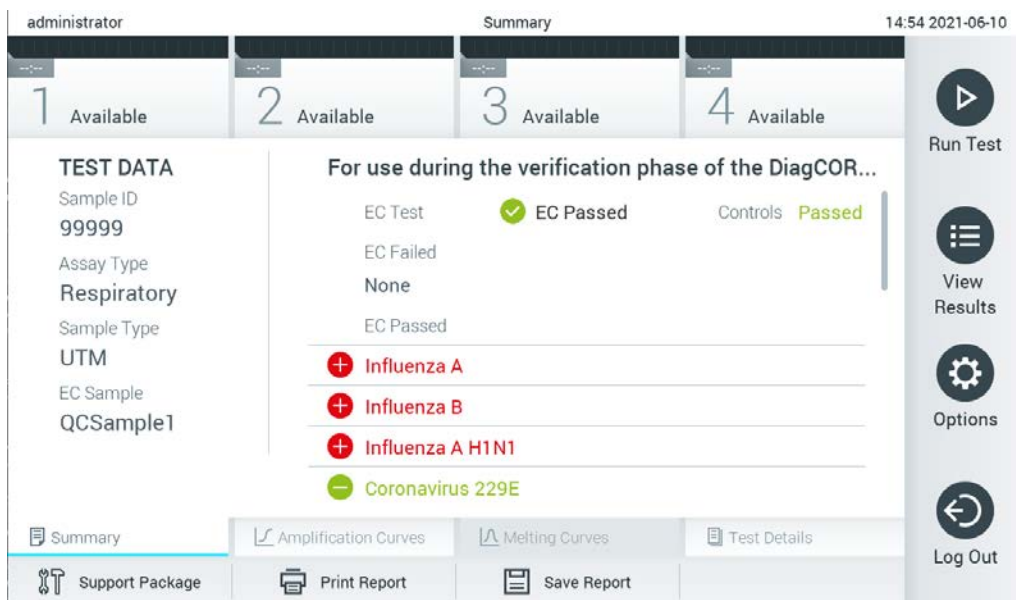

Рис. 96. Экран EC Results Summary (Сводные данные результатов внешнего контроля).
12. После извлечения картриджа для тест-системы QIAstat-Dx отобразится экран **Summary** (Сводные данные) с результатами (рис. 96). Подробнее см. в разделе 8.3.